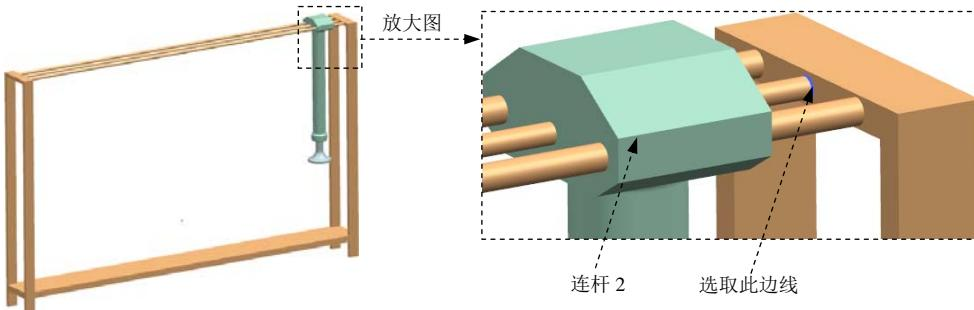
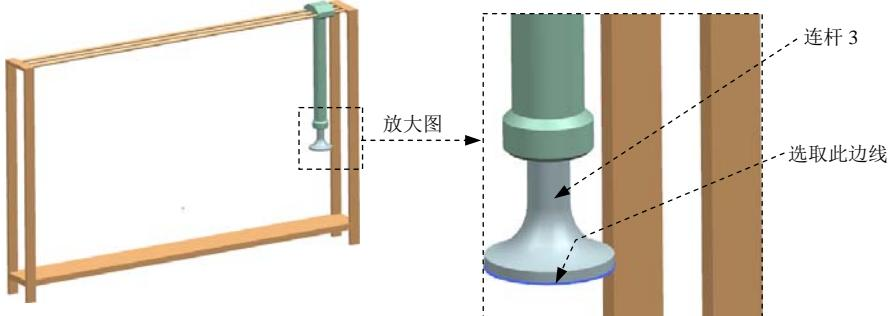

图 7.5.3 定义连杆 2 中的滑动副
图 7.5.4 定义连杆 3 中的滑动副
(1) 定义滑动副。选择下拉菜单 **插入(S)** → **运动副①…** 命令，系统弹出“运动副”对话框；在“运动副”对话框 **定义** 选项卡的 **类型** 下拉列表中选择  **滑动副** 选项；选取图 7.5.3 所示的连杆 2 为参考连杆；在“运动副”对话框 **操作** 区域的 **指定原点** 下拉列表中选择“圆弧中心” 选项，在模型中选取图 7.5.3 所示的圆弧边线为原点参考；在 **操作** 区域的 **方位类型** 下拉列表中选择 **矢量** 选项，在矢量下拉列表中选择  **XC** 选项。
(1) 定义滑动副。选择下拉菜单 **插入(S)** → **运动副①…** 命令，系统弹出“运动副”对话框；在“运动副”对话框 **定义** 选项卡的 **类型** 下拉列表中选择  **滑动副** 选项；选取图 7.5.4 所示的连杆 3 为参考连杆；在“运动副”对话框 **操作** 区域的 **指定原点** 下拉列表中选择“圆弧中心” 选项，在模型中选取图 7.5.4 所示的圆弧边线为原点参考；在 **操作** 区域的 **方位类型** 下拉列表中选择 **矢量** 选项，在矢量下拉列表中选择  **YC** 选项；在“运动副”对话框 **基本** 区域中选中  **啮合连杆** 复选框；单击 **基本** 区域中的 **\*选择连杆 (0)** 按钮，选取图 7.5.3 所示的连杆 2
为啮合连杆；在“运动副”对话框**操作**区域的✓ 指定原点下拉列表中选择“圆弧中心”，在模型中选取图7.5.4所示的圆弧为原点参考；在**操作**区域的**方位类型**下拉列表中选择**矢量**选项，在矢量下拉列表中选择选项。